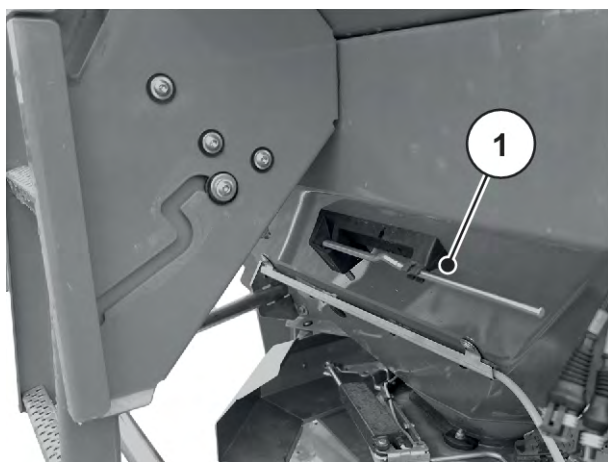

Рис. 32: Розташування регулювального важеля AXIS хх.2
- ▶ Знову вставте важіль регулювання в передбачене для нього кріплення. Див. *Рис. 32 Розташування регулювального важеля AXIS xx.2*